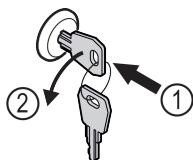

Fig. 123
- ▶ Пъхнете ключа. Fig. 123 (1)
- ▶ Завъртете го на 90° обратно на часовниковата стрелка. Fig. 123 (2)